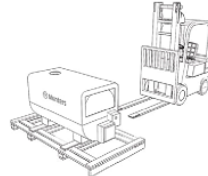

fig. 2
Los calefactores de aire caliente GPmp se entregan de serie en cajas de cartón sobre palés de madera y deben manejarse con cuidado. Los calefactores están fijados debajo del bastidor, directamente sobre el palé de madera (véase fig. 2).
Cuando el calefactor de aire caliente se coloca sobre palé, es posible transportarlo utilizando una carretilla elevadora o elevador de palés adecuado. Estos dispositivos deben contar con las horquillas adecuadas para asegurar una correcta distribución del peso (véase fig. 2).
- inserte las horquillas de la carretilla elevadora en las aberturas (ver fig. 2);